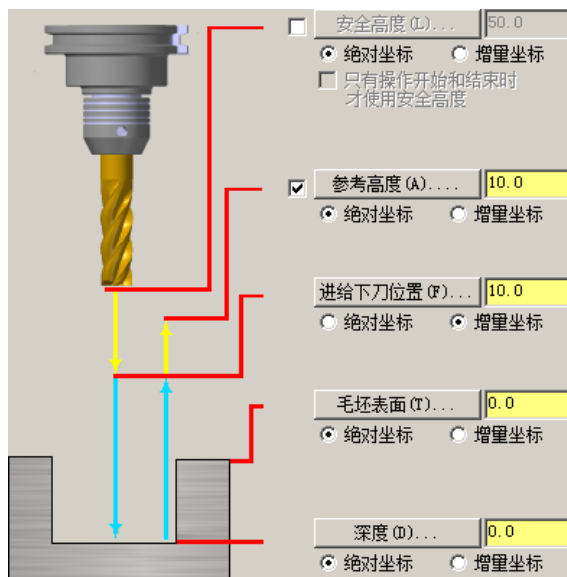

图 4.8.44 “连接参数”设置界面
(1) 在“2D 刀路-外形”对话框的左侧节点列表中单击**刀具**节点，切换到刀具参数界面；单击**过滤(F)...**按钮，系统弹出“刀具列表过滤”对话框，单击**刀具类型**区域中的**无(N)**按钮后，在刀具类型按钮群中单击**倒角刀**按钮，单击**✓**按钮，关闭“刀具列表过滤”对话框，系统返回至“2D 刀路-外形”对话框。
(2) 在“2D 刀路-外形”对话框中单击**选择库刀具...**按钮，系统弹出“刀具选择”对话框，在该对话框的列表框中选择**10 / 45 CHAMFER... -- 1... 0.0 25.0 4 无 倒角刀**刀具。单击**✓**按钮，关闭“刀具选择”对话框，系统返回至“2D 刀路-外形”对话框。
Step6. 设置连接参数。在“2D 刀路-外形”对话框的左侧节点列表中单击**连接参数**节点，切换到连接参数界面；设置图 4.8.44 所示的参数。